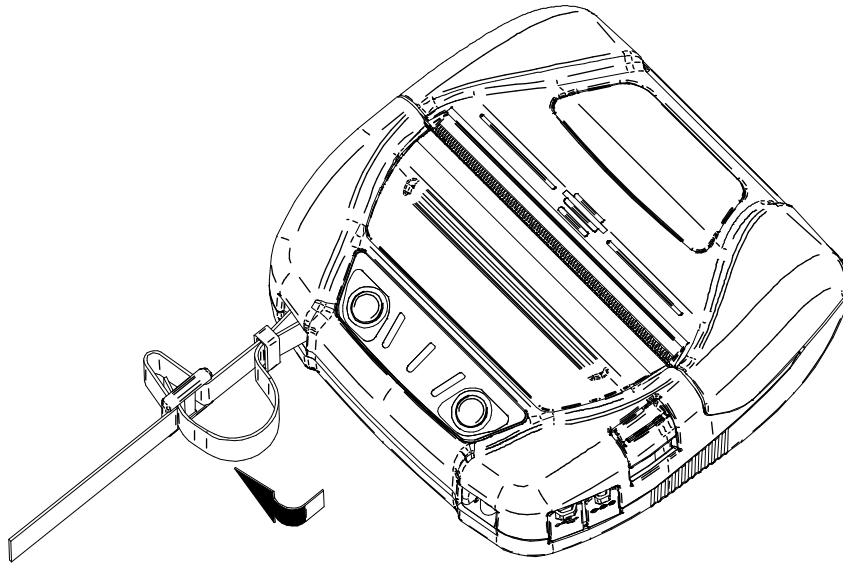

Abbildung 14-6 Anbringung des Schulterriemens (3)
- (3) Führen Sie wie in Abbildung 14-6 gezeigt das Ende des Schulterriemens durch das weiter vom Drucker entfernte Einstelloch.